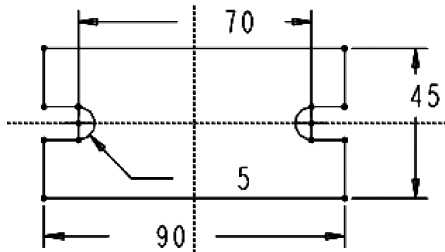

图 4-99 下底板原截面图形
(2) 在模型树中单击特征“下底板”前面的“+”，选择特征“S2D0001”，按下鼠标右键，在弹出的快捷菜单中选择【编辑定义】选项，直接进入草绘界面，此时截面如图 4-99 所示。